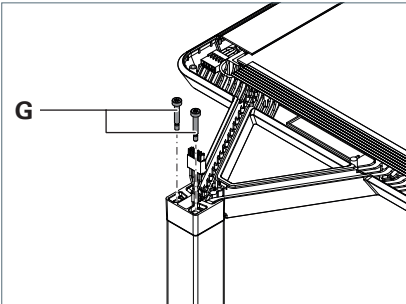

Fig. 4: Leuchtenkopf fixieren.
- ▶ Fixieren Sie den Leuchtenkopf mit den beiden Schrauben **G** und drehen Sie die Schrauben fest, siehe Fig. 4.